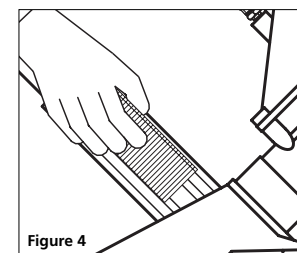

Figure 4
- Placer le type et la taille spécifiés de clous en L dans le chargeur à partir du côté. La tête des clous en L doit être insérée dans l'encoche sur le chargeur fixe (voir la figure 4).